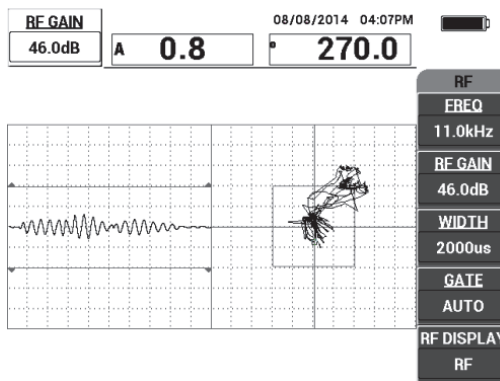

Рис. 6-3 Настройка усиления для получения нужного сигнала
2. Установите преобразователь на бездефектную часть образца, отрегулируйте усиление, используя клавишу **GAIN (dB)**. Убедитесь, что сигнал в режиме РЧ (слева) находится между 1 и 2 вертикальными линиями (см. Рис. 6-3 на стр. 135).